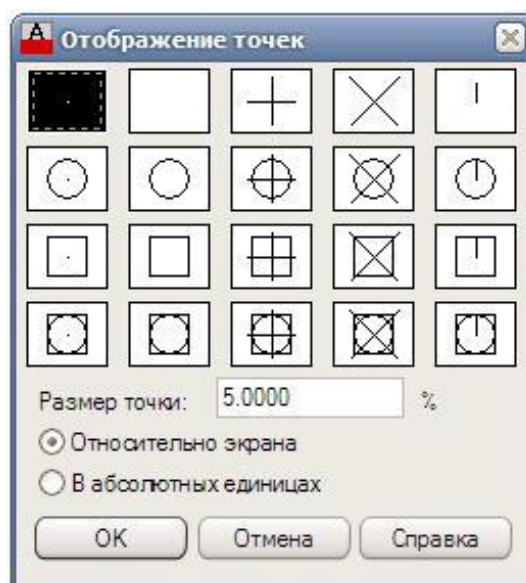

Рис. 1.11. Изображение окна **Отображение точек**
**Примечание.** Перед рисованием можно выбрать текущий тип и размеры точки указанием пунктов главного меню **Формат (Format) → Отображение точек (Point Style)** . После этого появляется окно **Отображение точек (Point Style)** (рис. 1.11).